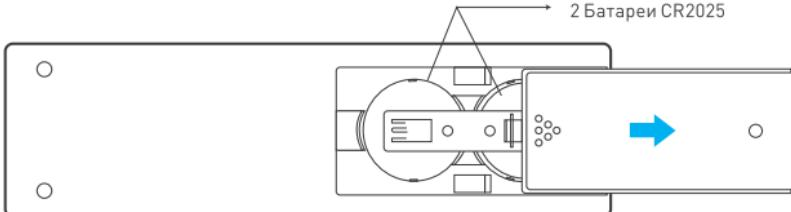

Рис. 1. Схема установки батареи в батарейный отсек.
- Откройте батарейный отсек пульта и установите элементы питания. Соблюдайте полярность установки, обозначенную на корпусе. На Рис. 1 показана схема установки батарей.